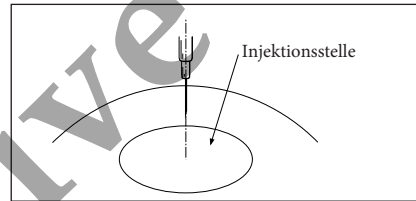

ABBILDUNG 10
- Eine frische, sterile hypodermische 21G-Kanüle (oder kleiner) mit einer standardmäßigen Abschrägung von 12° in die Injektionsstelle einführen. Im Idealfall sollte die Kanüle senkrecht zum Dom der Injektionsstelle eindringen (siehe Abb. 10).